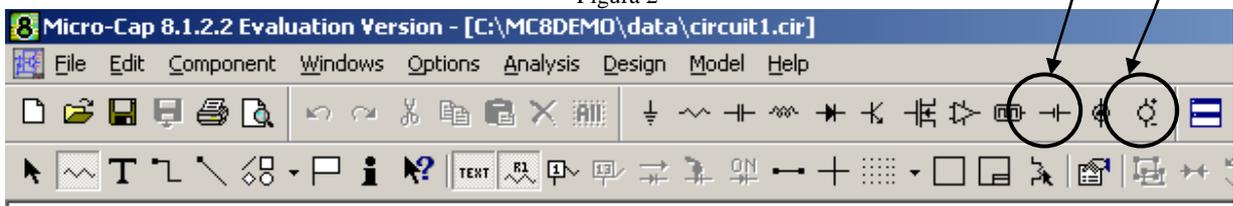

Figura 3.2
- Seleccionar el elemento “fuente de tensión o batería” (ver figura 3.2). A continuación deben modelarse la batería o fuente de tensión ( $E_1 = 6\text{ V}$ ). Para ver los valores a introducir debe tenerse en cuenta las características del modelo de esta fuente en MicroCap. En concreto para modelar la batería se debe incluir el valor de tensión que tenemos, y si se modela la fuente de tensión, debe introducirse DC 6. El significado de cada valor puede obtenerse de la ayuda sobre la fuente de intensidad (ver figuras 3.2, 3.3 y 3.4).